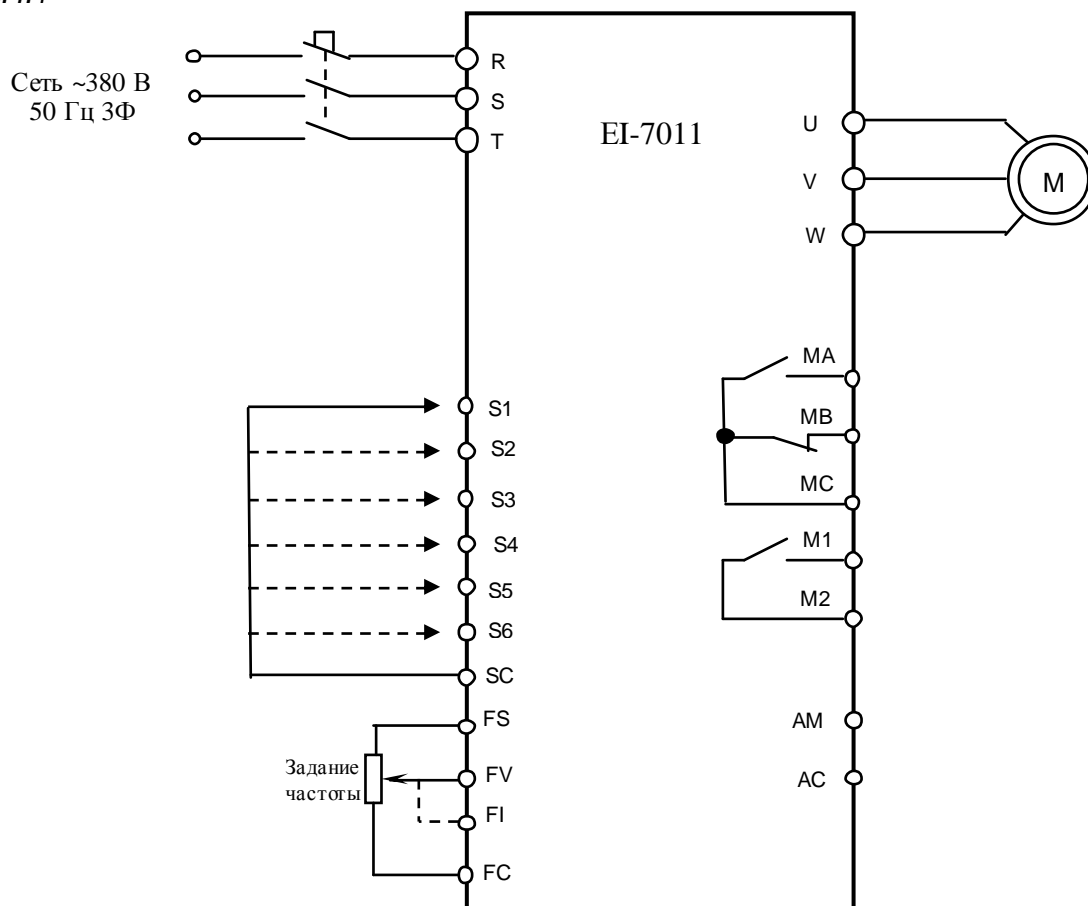

Рис. 4.25. Диагностика цепей управления преобразователя EI-7011.
4.12.1. Подключить электродвигатель к выходным клеммам U, V, W (рис.4.25).